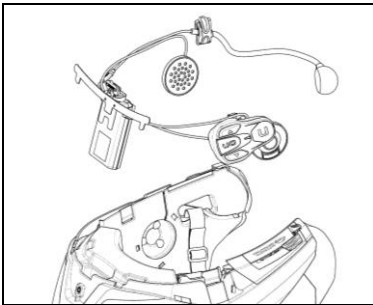

Fig. 6
- Inserire il sistema nell'apposita sede sul retro del casco, spingendolo fino in fondo alla scanalatura (Fig. 6).